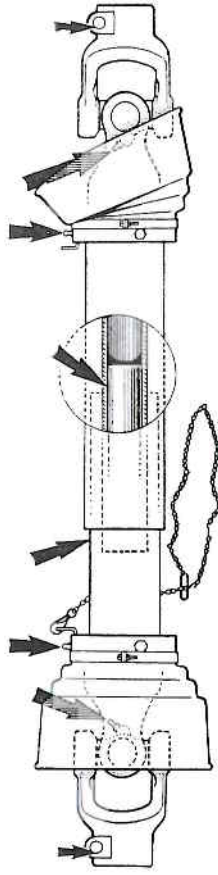

Abb. 22
- Tägliches Schmieren der Gelenkwelle bei Dauerbelastung mit Wälzlagerfett (Lithium-Seifenfette) erforderlich. Bei ununterbrochenem Betrieb mindestens wöchentlich einmal durchschmieren. Schmierung so lange fortsetzen, bis das Fett an den Gelenkdichtungen austritt. (Schmierstellen s. Abb. 22).